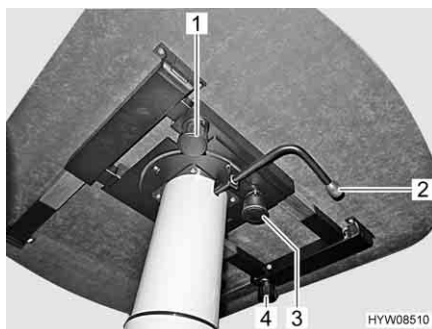

Fig. 63 Tavolo rialzabile
- Svitare la vite a testa cilindrica zigrinata (Fig. 63,4).
- Svitare la vite a testa cilindrica zigrinata (Fig. 63,1).
- Premere il tasto (Fig. 63,3) del bloccaggio.
- Ruotare la leva (Fig. 63,2) al di sotto del piano del tavolo di 180° verso sinistra. Il meccanismo di sollevamento nel piede del tavolo viene sbloccato.
- Ruotare la leva (Fig. 63,2) al di sotto del piano del tavolo (Fig. 63,1) di 180° verso sinistra. Il piano del tavolo va automaticamente verso l'alto fino al fine corsa.